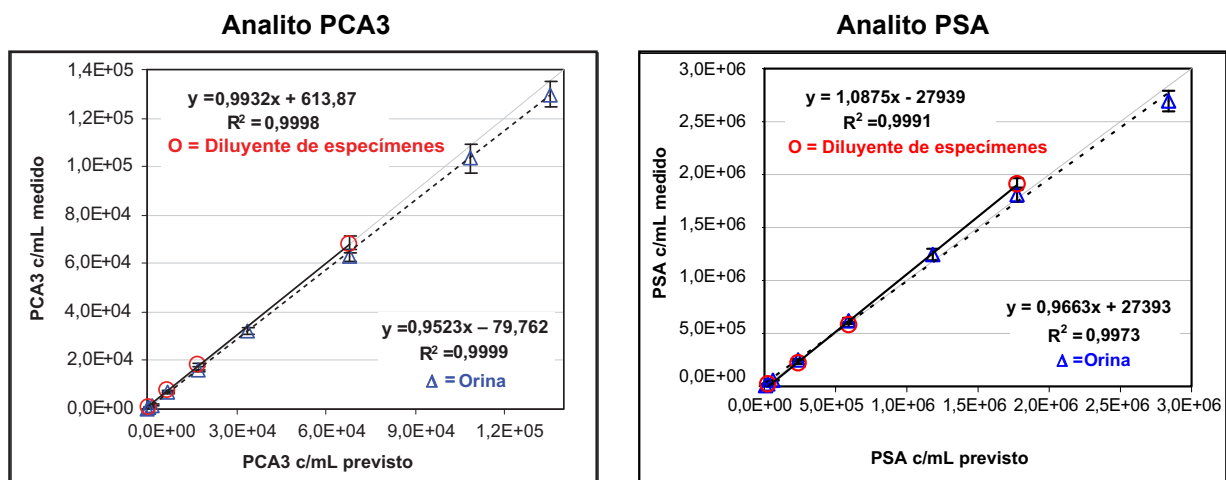

Figura 4. Linealidad del ensayo Progensa PCA3 para los analitos PCA3 y PSA
El rango lineal del ensayo Progensa PCA3 se determinó de acuerdo con CLSI EP6-A (2003) (8) basado en el análisis de regresión lineal (método de los mínimos cuadrados). Se prepararon dos juegos de series de dilución de los especímenes con altas concentraciones del ARN de PCA3 y PSA. Un juego se diluyó en la orina femenina procesada y un juego se diluyó en el diluyente de especímenes. Las diluciones abarcaron el rango del ensayo completo entre los calibradores positivos más bajos y más altos de cada analito. Tanto para los analitos PCA3 como para los PSA, los resultados medidos por el ensayo mostraron una relación de proporción directa entre las pruebas diluidas y la c/mL del analito notificado. No se observó efecto alguno de matriz de diluyente significativo. Consulte Figura 4.